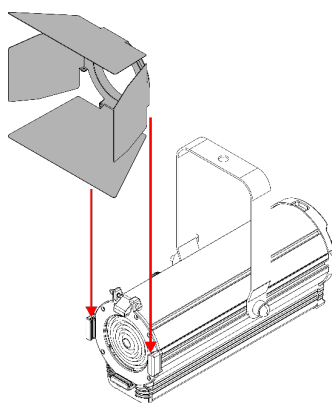

Fig. 11
- 02) Insérez le volet dans les **supports du cadre de couleur (05)** (voir fig. 11).